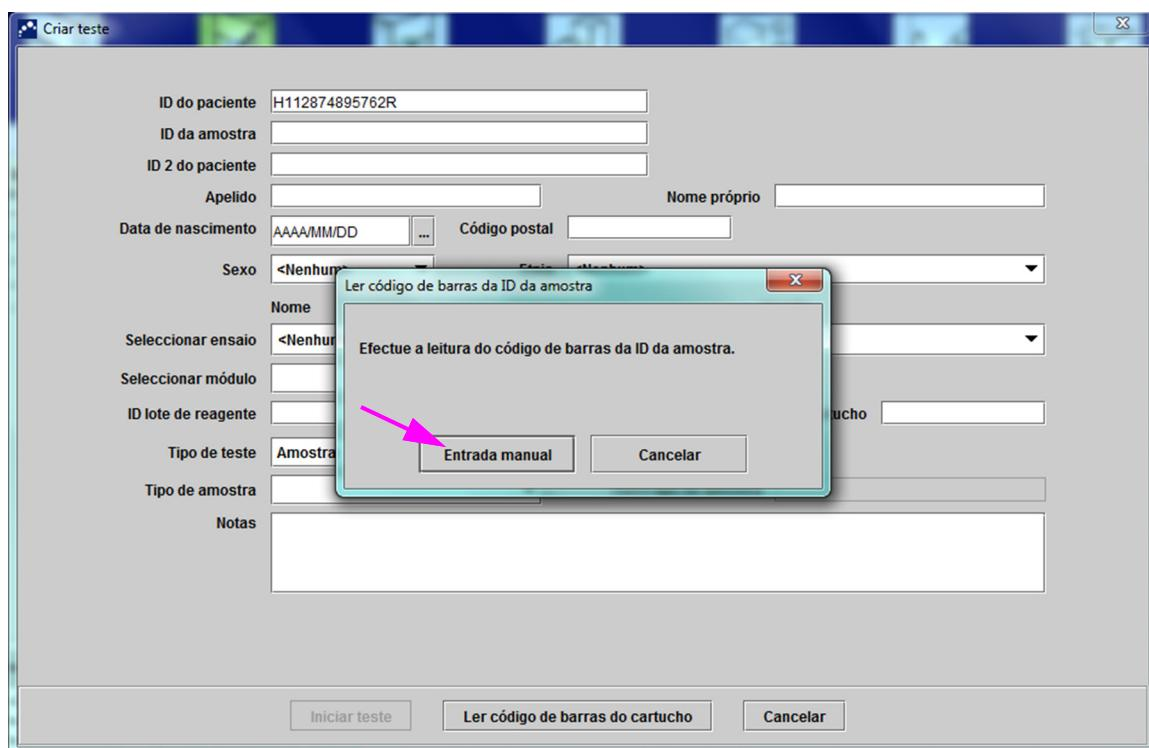

Figura 5-20. Janela Criar teste e caixa de diálogo Ler código de barras da ID da amostra
2. Ler código de barras de ID de paciente utilizando o leitor de códigos de barras. Consulte a Secção 5.5. Aparece a caixa de diálogo Ler ID da amostra. Consulte a figura 5-20.